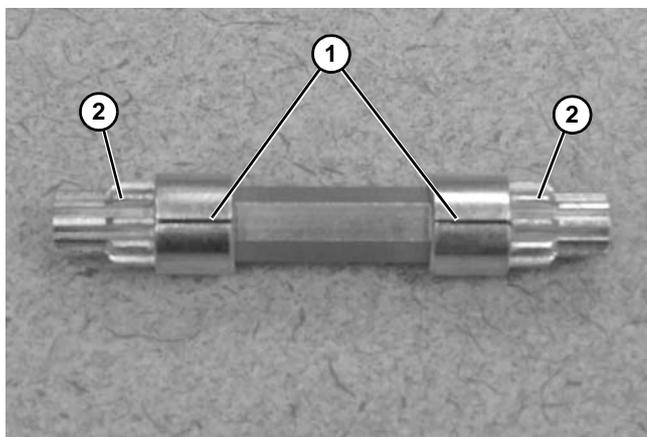

Figure 90
5. Pour réassembler, bien aligner les lignes (**Figure 90, élément 1**) marquées sur les pignons et crémaillère (**Figure 90, élément 2**).